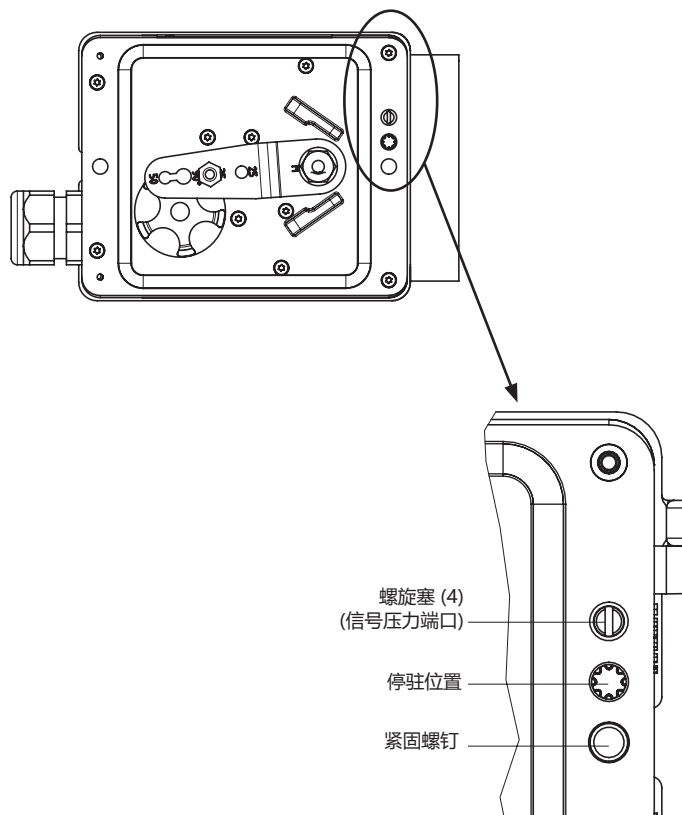

图9: 螺旋塞信号压力端口和停驻位置
1. 用定位器上的压力表安装连接板 (6) 或压力表支架 (7)。确保两个密封件 (6.1) 妥当就位。
2. 将定位器背部的螺旋塞 (4) 拧入其下方小孔 (驻车位置) (请参见图 9)，并用附件中的止挡塞 (5) 密封连接板 (6) 或压力表支架 (7) 上的信号压力输出端。
3. 将从动夹具 (3) 放置在执行机构推杆上，对齐并拧紧，使安装螺钉落入执行机构推杆的凹槽中。
4. 15 mm 行程：使定位器背部 M 操纵杆 (1) 上的从动销钉 (2) 保持在销钉位置 35 (出厂状态)。7.5 mm 行程：将从动销钉 (2) 从销钉位置 35 上拆下，然后将其重新放置在销钉位置 25 的孔中并用螺钉固定。
5. 将模制密封件 (15) 插入定位器外壳的沟槽。
如有电磁阀额外安装在执行机构上，则必须密封定位器背面的信号压力端口 (请参见图9)。为此，请旋松中间孔中的螺旋塞 (停止位置中的螺旋塞)，并将其拧入信号压力端口以将其密封。
→ 将定位器上的螺旋塞穿入下方小孔 (停驻位置) (请参见第 34 页上的图9)。